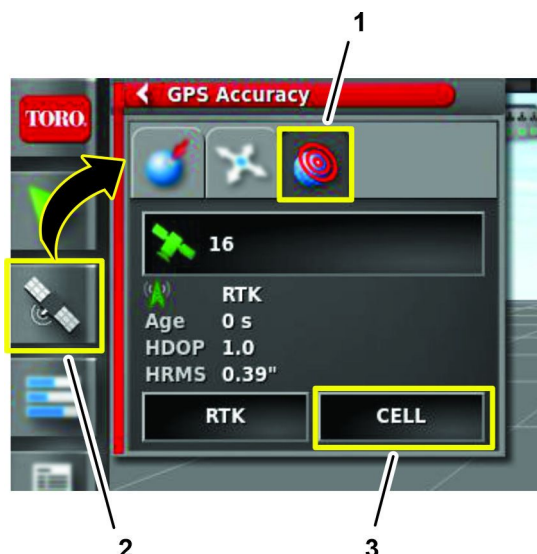

Figura 167
3. Sul quadro di comando di GeoLink, premete l'icona INFORMAZIONI GPS (Figura 167).